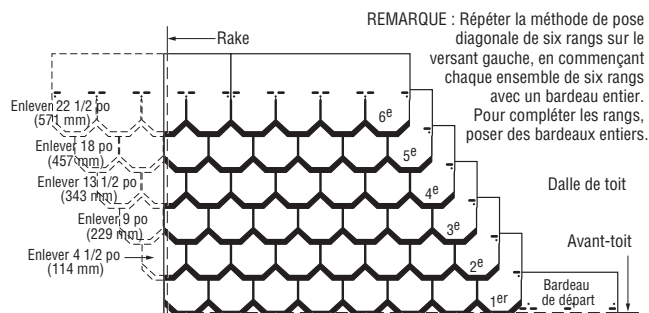

Figure 17-15 : Quatre et demi en diagonale, six à la verticale (Carriage House).
2. Positionner les clous dans la bande de départ à environ 1 1/2 po (38 mm) en haut du bord inférieur, de façon à les centrer sous les jupes du premier rang. Continuer en posant des pièces entières de 10 po x 36 po (254 mm x 914 mm) le long de l'avant-toit (figure 17-15).
**PREMIER RANG :** Poser un bardeau entier sur le coin inférieur gauche du toit, les jupes à égalité avec le rang de départ (figure 17-15).